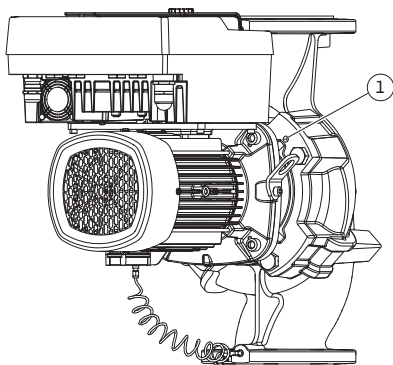

Fig. 104: Отжатие съемного блока через резьбовые отверстия
12. Для типа насосов (Fig. III, IV) открутить винты поз. 29. Использовать два расположенных рядом резьбовых отверстия (Fig. 104, поз. 1) и подходящие винты, предоставляемые заказчиком (например, M10x25 мм). Отжать съемный блок от корпуса насоса.